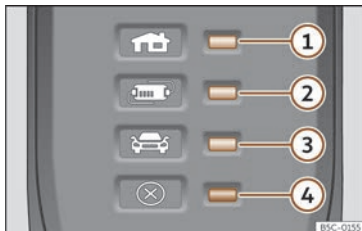

Fig. 211 Al cable de càrrega per a preses de corrent: Indicators de control al dispositiu de protecció.
» » fig. 211:
El dispositiu electrònic de protecció » » fig. 211 fa que el connector de càrrega romangui sense corrent fins que es connecta a la presa de càrrega del vehicle.
Un o diversos indicators de control » » fig. 211 ①, ② o ③ s'il·luminen en verd.
Indicació » » fig. 211	Significat
Si l'indicador d'avertiment ④ vermell parpelleja o s'encén sense que s'encengui al seu torn de manera permanent un indicador de control»» fig. 211 ①, ② o ③ l'indicador de funcionament, hi ha una avaria.
Indicació »» fig. 211	Significat